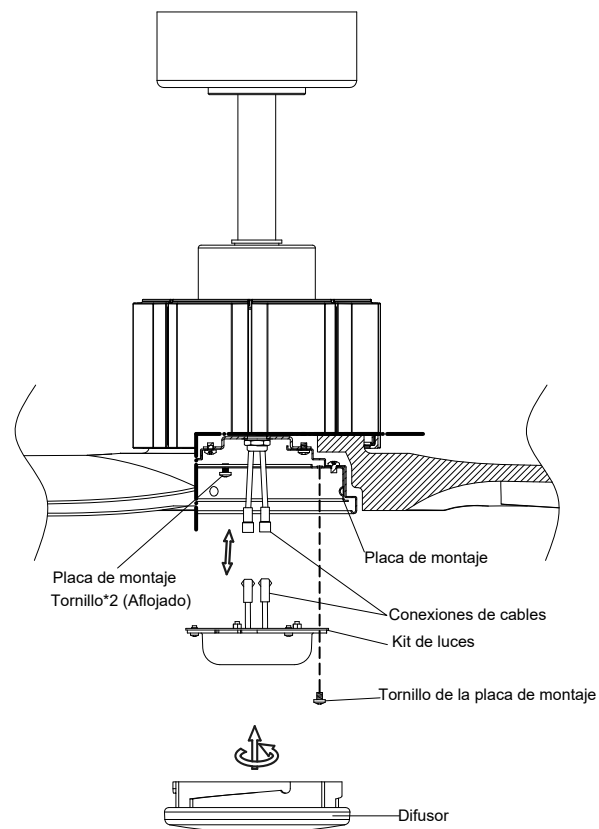

Fig. 15
**Paso 3.** Mientras sujetas el kit de luces bajo el ventilador de techo, junta los conectores de cable. Uno del ventilador y otro del kit de luces.(Fig. 15)
Cambia el tercer tornillo de la placa de montaje que se había retirado antes y aprieta los tres tornillos de la placa de montaje para asegurarlos.(Fig. 15)
**Paso 5.** Sube el difusor hasta el ventilador, siéntate contra la placa de montaje y gira (en sentido horario) hacia la placa de montaje hasta que quede bien ajustada, **NO APRIETES DEMASIADO**.(Fig. 15)